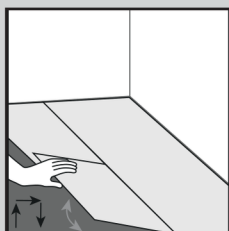
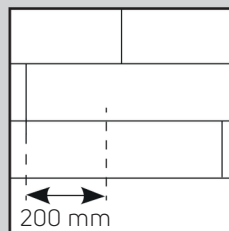
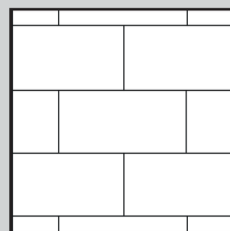

Figure. 3
Figure. 3a
Figure. 3b
4. Commencez la deuxième rangée en emboîtant la languette dans la rainure qui tient la lame à un angle d'environ 30°. Poussez ensuite fermement la lame/dalle dans la rainure de la première rangée. Posez la lame/dalle suivante en emboîtant la languette dans la rainure le long du bord court (Figure 3). Il convient de poser les dalles et les lames en « décalé » pour faire en sorte que les quatre coins ne se touchent jamais. (Figure 3a et Figure 3b).